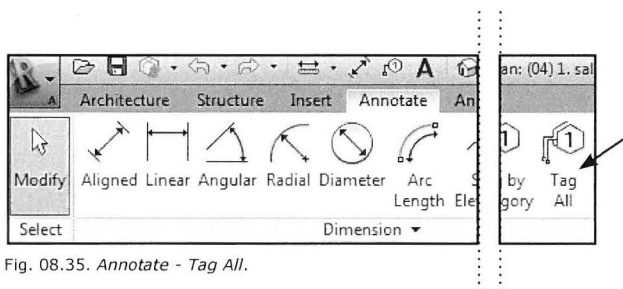

Fig. 08.35. Annotate - Tag All.
- *Annotate - Tag All* (Fig. 08.35).